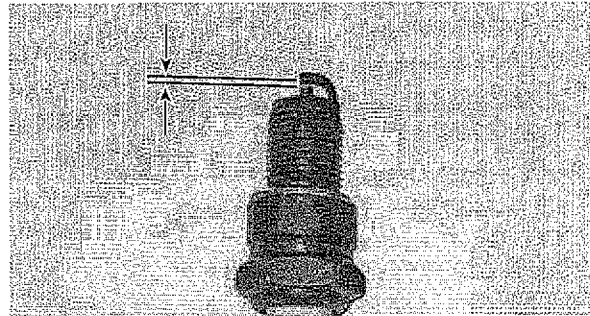

Figura 67 – Requisitos de separación de la bujía
- Separación de la bujía de encendido (el límite aceptable de 0,024 – 0,032 pulgadas [0,60 – 0,80 mm]) (Ver Figura 67).